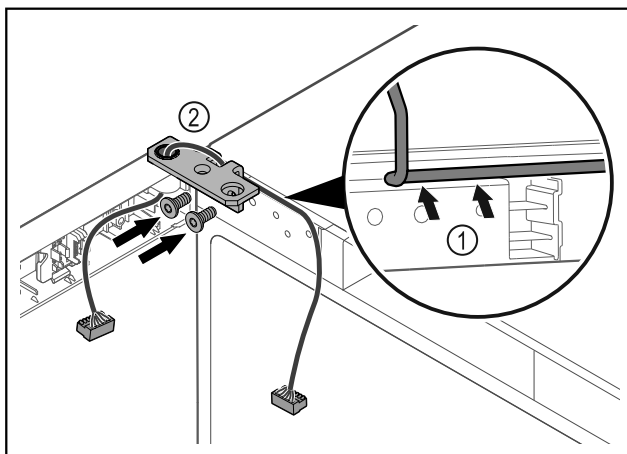

Fig. 39
- ▶ Kabel door de uitsparing van de scharnierhoek leiden en voorzichtig monteren Fig. 39 (1).
- ▶ Scharnierhoek Fig. 39 (2) vastschroeven.